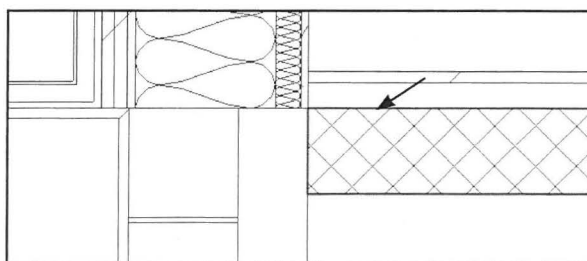

Fig. 14.50. Klik på det lag i Terrændækket som du ønsker at redigere.
- Klik på det lag i terrændækket der skal redigeres (Fig. 14.50).